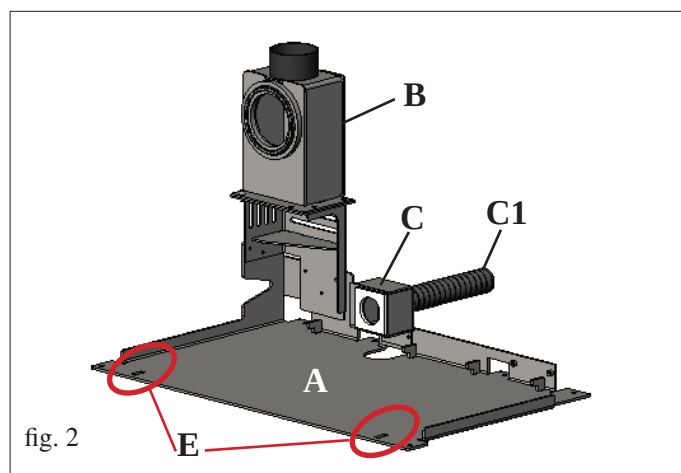

fig. 2
- Fixar a placa de base (A - fig. 2) na base através dos orifícios
de base (A - fig. 2) até ao fim-de-curso (o inserível deverá
ficar encaixado nos dois orifícios (E - fig. 2) presentes na parte
dianteira da placa base (A - fig. 2), prestando atenção para que